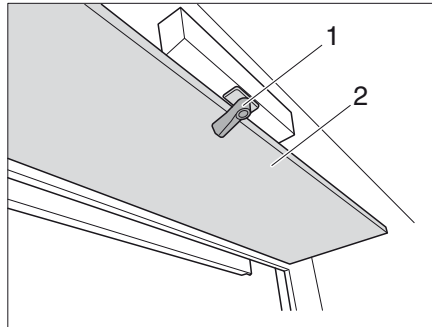

Bild 153 Lucka för vev
- Lossa spärren (Bild 153,1) och fäll ner luckan (Bild 153,2).